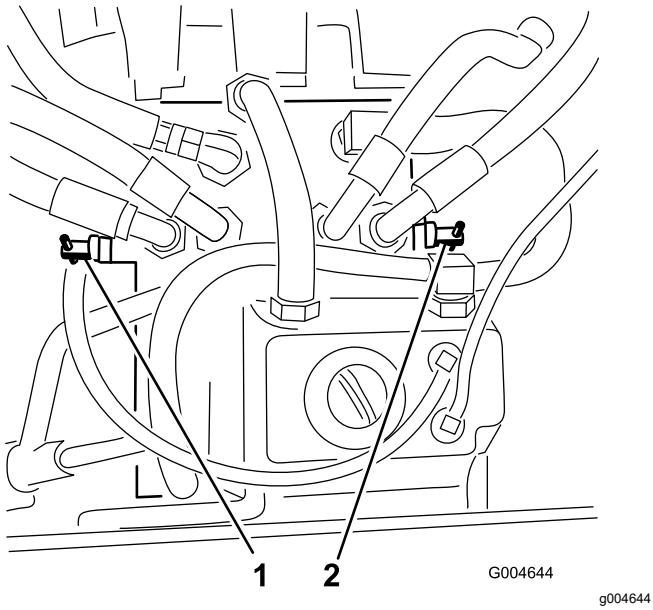

Figure 65
- Localisez les vannes de dérivation (Figure 65) et tournez-les d'un tour dans le sens antihoraire.
4. Fermez les vannes en les tournant d'un tour dans le sens horaire (Figure 65).